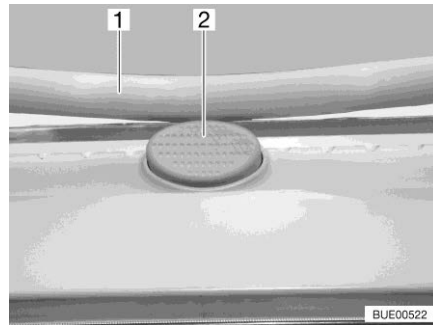

Fig. 119 Bouton de sécurité (lanterneau Heki)
- Appuyer sur le bouton de sécurité (Fig. 119,2) et tirer l'étrier (Fig. 119,1) vers le bas avec les deux mains.
- Pousser l'étrier vers le haut avec les deux mains jusqu'à ce que ce dernier se trouve au-dessus du bouton de sécurité (Fig. 119,2).